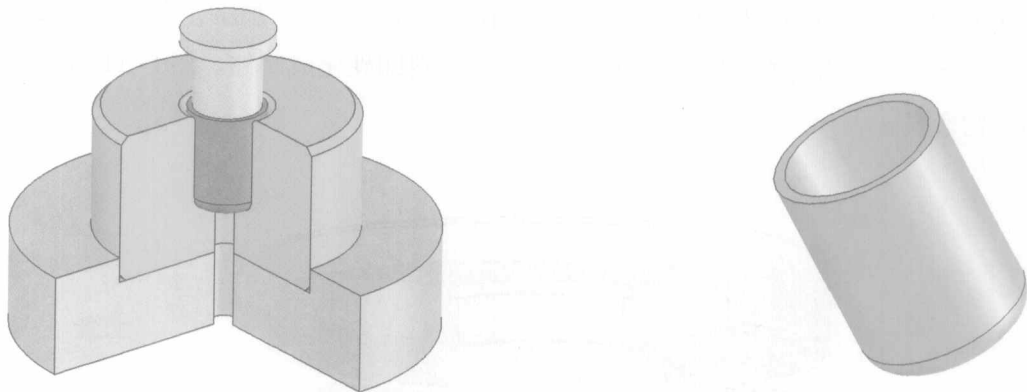

图 1-9 冷挤压模简图 (剖视图)
5) **冷挤压模** 将较厚的毛坯材料制成薄壁空心零件的模具称为冷挤压模。图 1-9 所示为冷挤压模简图。